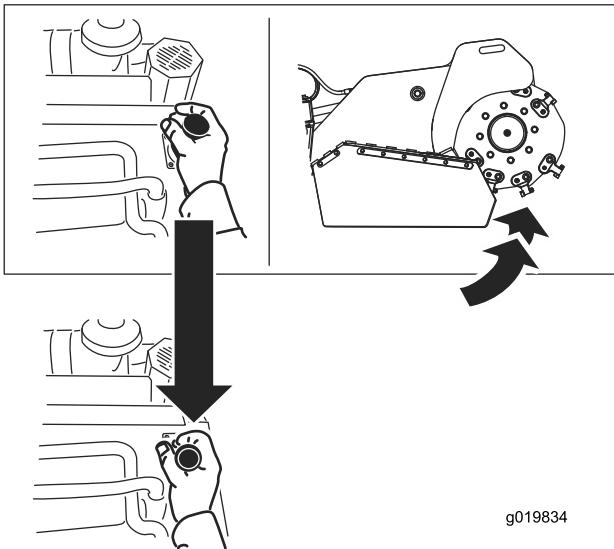

Figura 13
- Per sollevare la trinciatrice, portate la leva indietro (Figura 13).